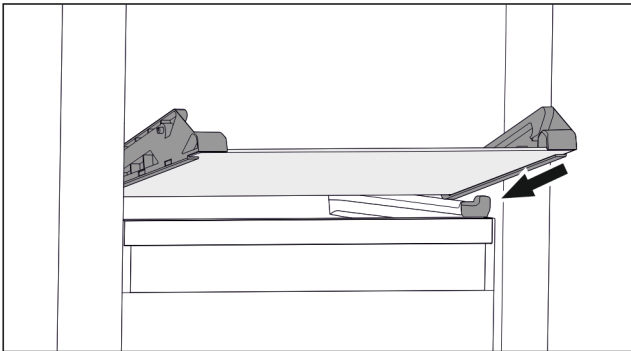

Fig. 73 Tablette en verre du tiroir basculable
- Placer la tablette en verre, en l'inclinant, derrière les butées. (voir Fig. 73)